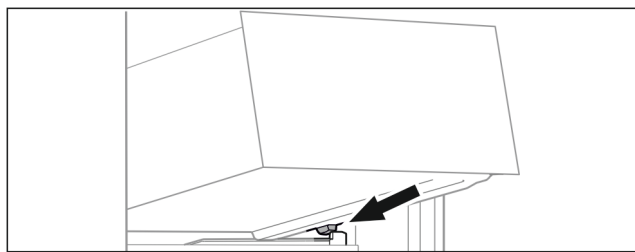

Fig. 71
- ▶ Nasaďte zásuvku šikmo za zářezky na žebrování na nádoby. (viz Fig. 71)